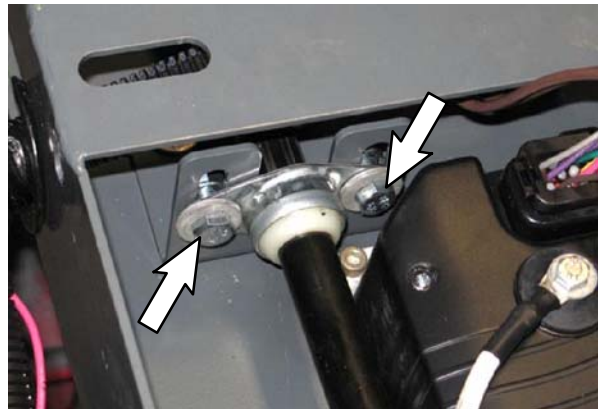

ABB. 18
17. Lösen Sie die Kleinteile zur Befestigung des Flanschlagers an der Stützstange. Entfernen Sie das Flanschlager **nicht** von der Stützstange. (Abb. 18)